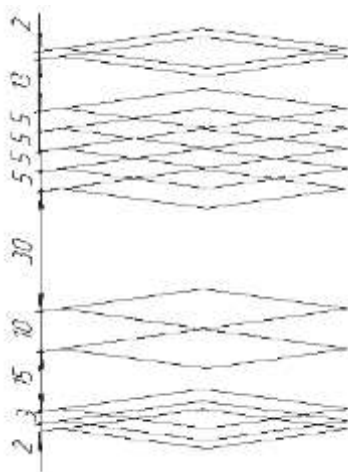

Рис. 8.12. Вид чертежа, после выполнения первого этапа построения
- в результате должен получиться чертеж следующего вида (рис. 8.12):